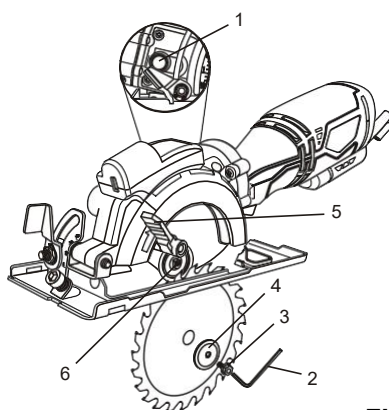

FIG.1
1. Appuyez sur le bouton de verrouillage de l'arbre (1) (Fig. 1).
2. Insérez la clé hexagonale (2) dans la vis de la lame (3). Tout en appuyant vers l'intérieur sur le bouton de verrouillage de l'arbre, tournez la clé hexagonale dans le sens des aiguilles d'une montre jusqu'à ce que le bouton de verrouillage de l'arbre s'engage avec l'arbre de la lame. Continuez à tourner la clé hexagonale dans le sens des aiguilles d'une montre et retirez la vis de la lame et la bride extérieure de la lame (4).
3. Tournez le levier de protection de la lame (5) dans le sens inverse des aiguilles d'une montre aussi loin que possible.
4. Si une lame est déjà installée sur la scie, retirez-la de la broche (6) et faites-la glisser à travers la fente de la semelle.